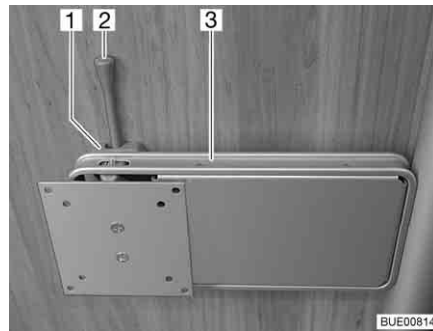

Bild 60 Halterung an Säule
- Den Entriegelungshebel (Bild 60,2) zur Seite drücken und die Halterung (Bild 60,3) mit dem Flachbildschirm in die gewünschte Position drehen.
- Flachbildschirm zurückdrehen, bis die Halterung (Bild 60,3) in die Verriegelung (Bild 60,1) einrastet.